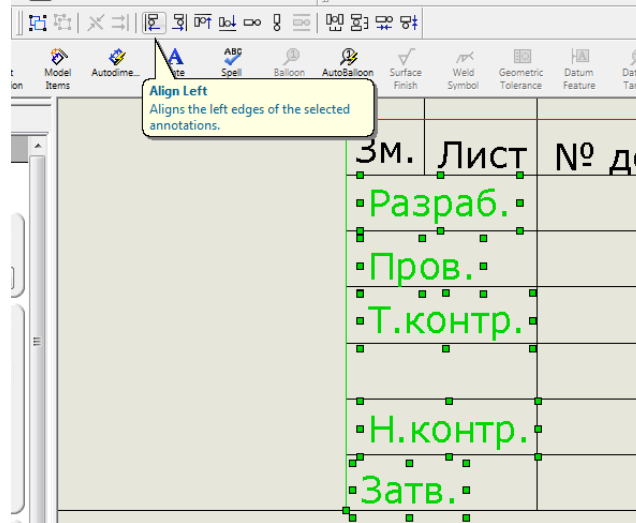

Рис. 8.2.13. Вирівнювання заміток за допомогою інструменту **ВЫРАВНИВАНИЕ(Align)**
14. Виберіть замітки «Разраб.», «Пров.», ..., «Затв.». На панелі **ВЫРАВНИВАНИЕ(Align)** підсвітяться можливі варіанти вирівнювання заміток друг відносно друга. Виберіть **ВЫРОВНЯТЬ СЛЕВА(Align Left)** (рис. 8.2.13).